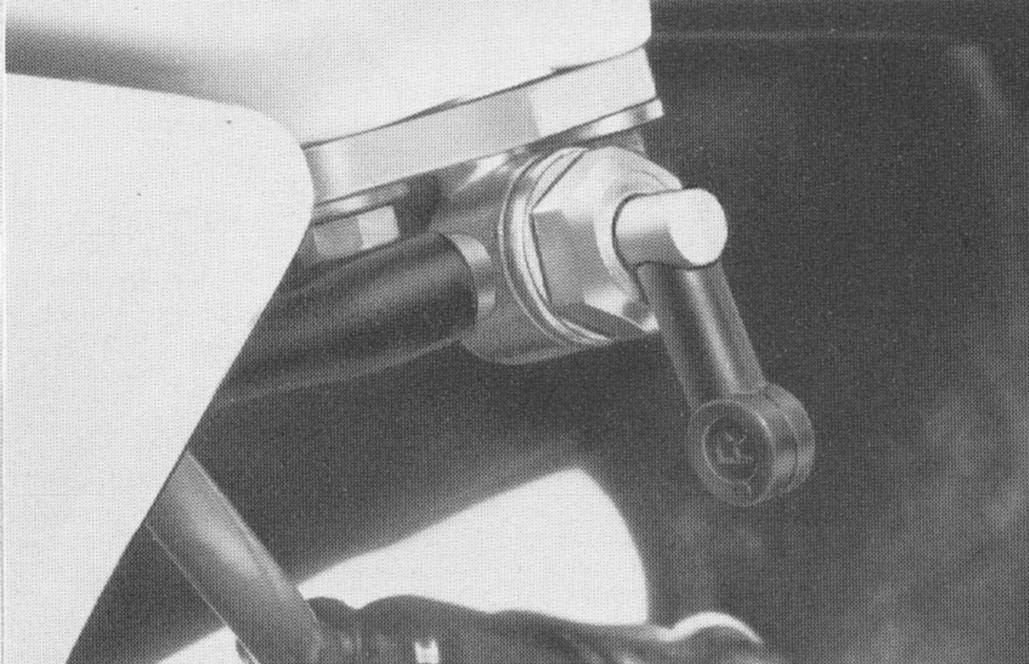

Bild 6
- 16 = Kraftstoffhahn (verdeckt, s. Bild 6)
### Kraftstoffhahn (Bild 6)
Kraftstoffhahn (Bild 6) schließen (Stellung OFF = ZU).